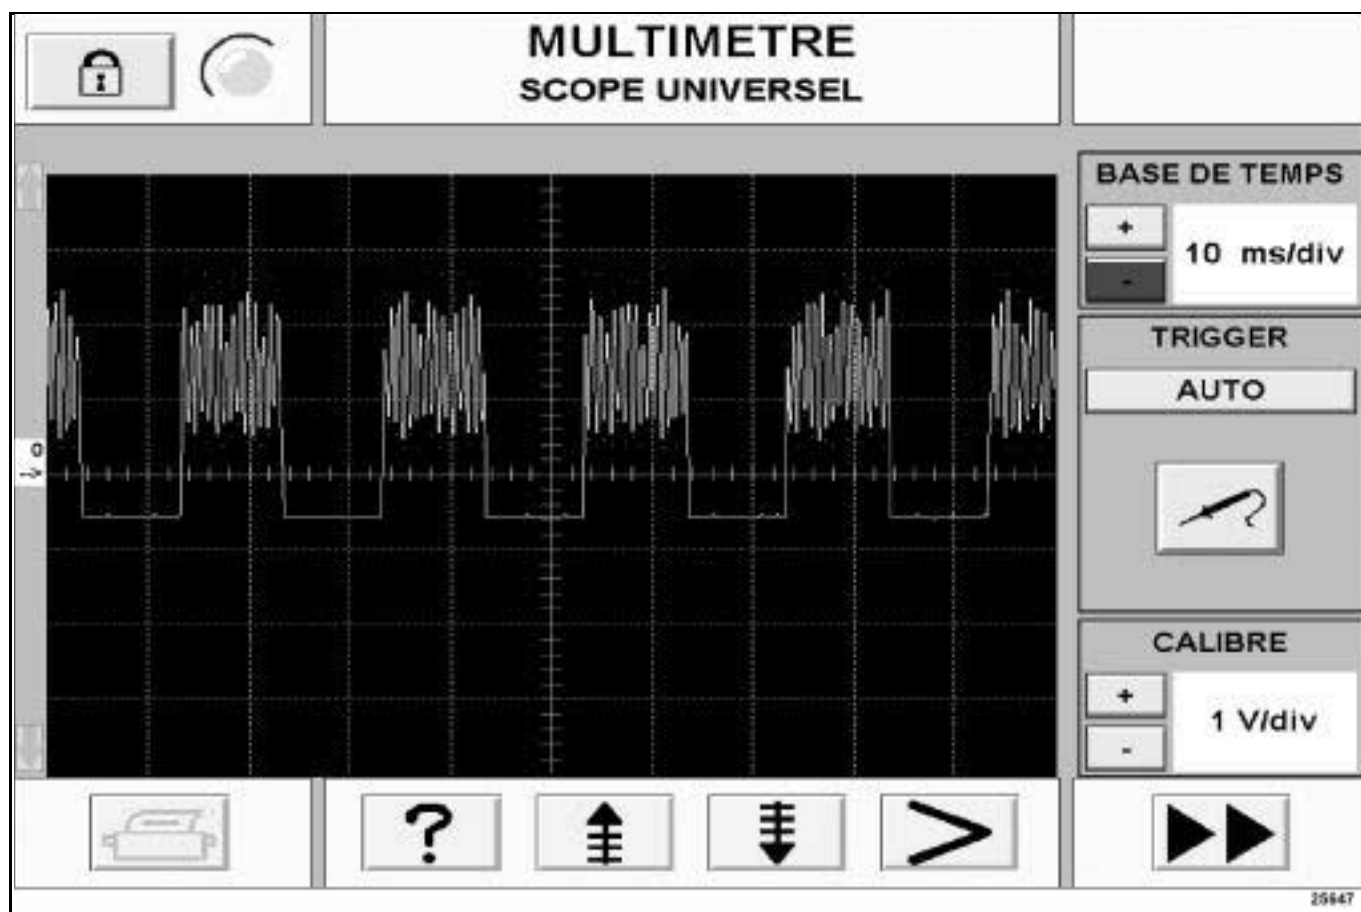

Рис. 1
- **Если сигнал присутствует**, (**См. Рис. 1**, последовательность сигналов с амплитудой **3 В ± 0,5 В**), датчик угла поворота рулевого колеса исправен, выполните **проверку 2** приведенную на следующей странице.